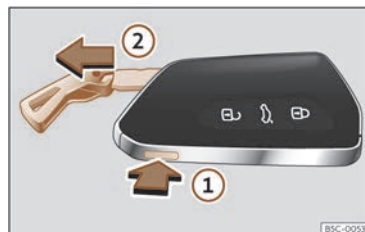

Fig. 65 Chave do vehículo: extraer o espadín.
- Prema o botón >>> fig. 65 ① para facer saír a argola a modo de chaveiro e poder extraer o espadín ②. Se preme lixeiramente sobre a argola, esta quedará fixa a modo de chaveiro.
- Prema o botón >>> fig. 65 ① para desbloquear. Mantéña premido o botón ① e ao mesmo tempo tire da argola na dirección da frecha >>> fig. 65 ② para extraer completamente o espadín.